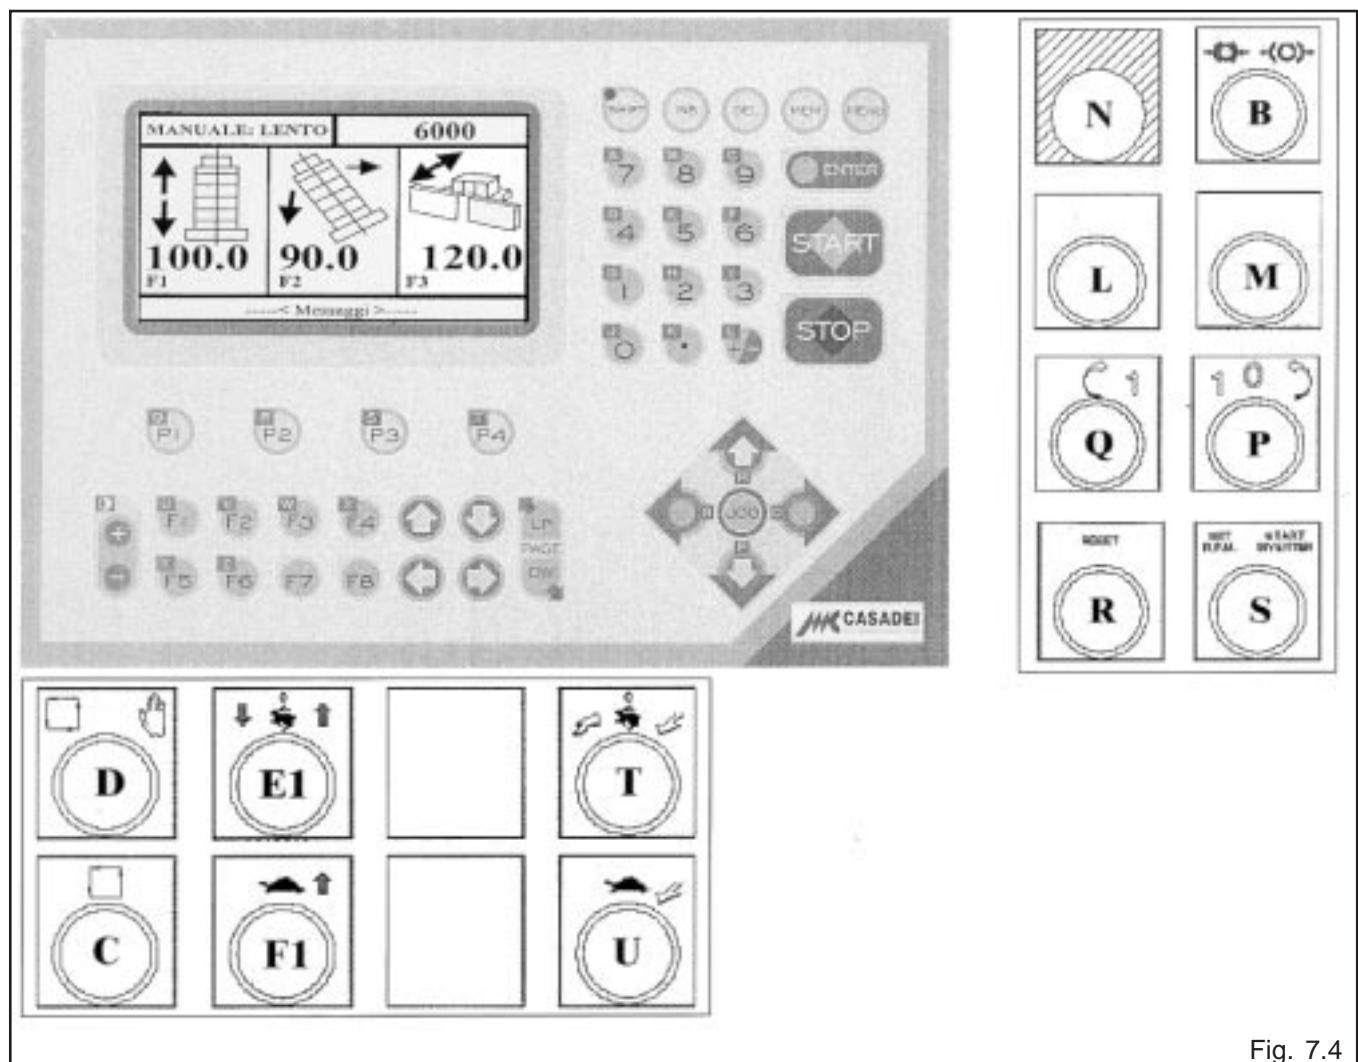

Fig. 7.4
- Ruotare il selettore **D** in manuale e portare il selettore **S** in posizione 1 (SET) in modo da visualizzare sul display del programmatore l'elenco delle velocità preimpostate per eseguire la lavorazione (Fig. 7.4).